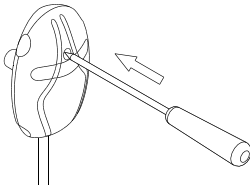

Abbildung 8. Zurücksetzen des Überhitzungsschutzes
- Der Temperatursensor ist mit einem Überhitzungsschutz ausgestattet, der die Sicherheit des Ofens und der Sauna gewährleistet. Wenn die Temperatur in der Umgebung des Sensors zu hoch ist, schaltet der Überhitzungsschutz den Ofen aus. Das Zurücksetzen des Überhitzungsschutzes wird gezeigt in > *Abbildung 8. Zurücksetzen des Überhitzungsschutzes*